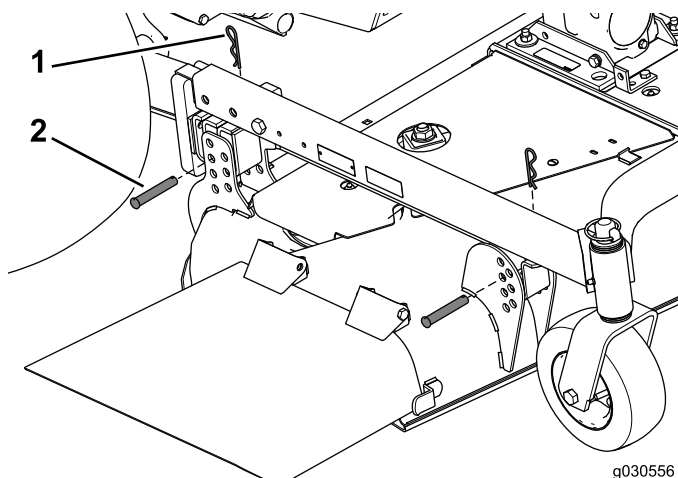

図 24
2. クレビスピンとヘアピンで、刈り込みデッキをキャリアフレームに固定する 図 24。